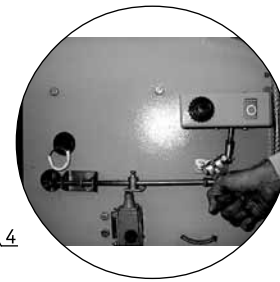

Рисунок 6
- Для ВЭ с червячным приводом механизма доводки (рис. 6).